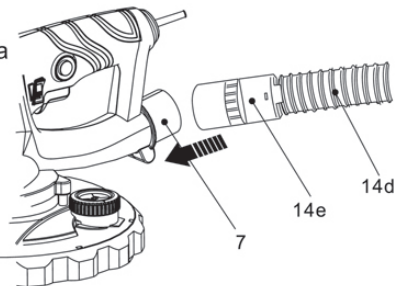

Fig.4
- > Alinee y anexe el conector de la manguera de aspiración (14e) en la salida de extracción de polvo (7) hasta el fondo (Fig. 4).
- > Después del uso, sujete y extraiga el conector de la manguera de aspiración (14e) de la salida de extracción de polvo (7) para retirar la manguera de aspiración (14d) / bolsa de recogida del polvo (14) del producto.